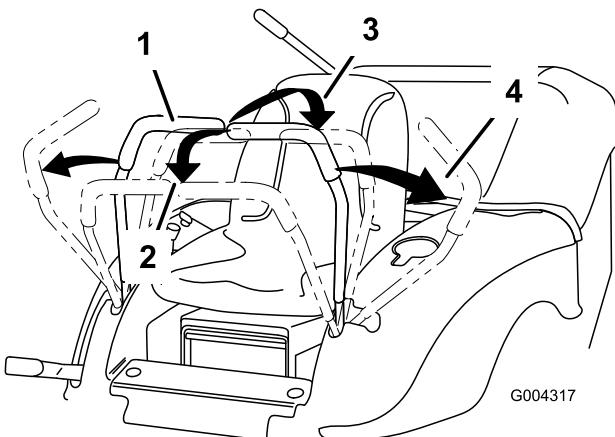

Bild 12
2. Schieben Sie für das Vorwärtsfahren die Fahrantreibshebel langsam vorwärts (Bild 12).
Wenden Sie zum Geradeausfahren auf beide Fahrantreibshebel denselben Druck an (Bild 12).
Verringern Sie zum Wenden den Druck auf den Fahrantreibshebel an der Seite, in deren Richtung Sie wenden möchten (Bild 12).
2. Ziehen Sie zum Rückwärtsgehen die Fahrantreibshebel langsam nach hinten (Bild 12).